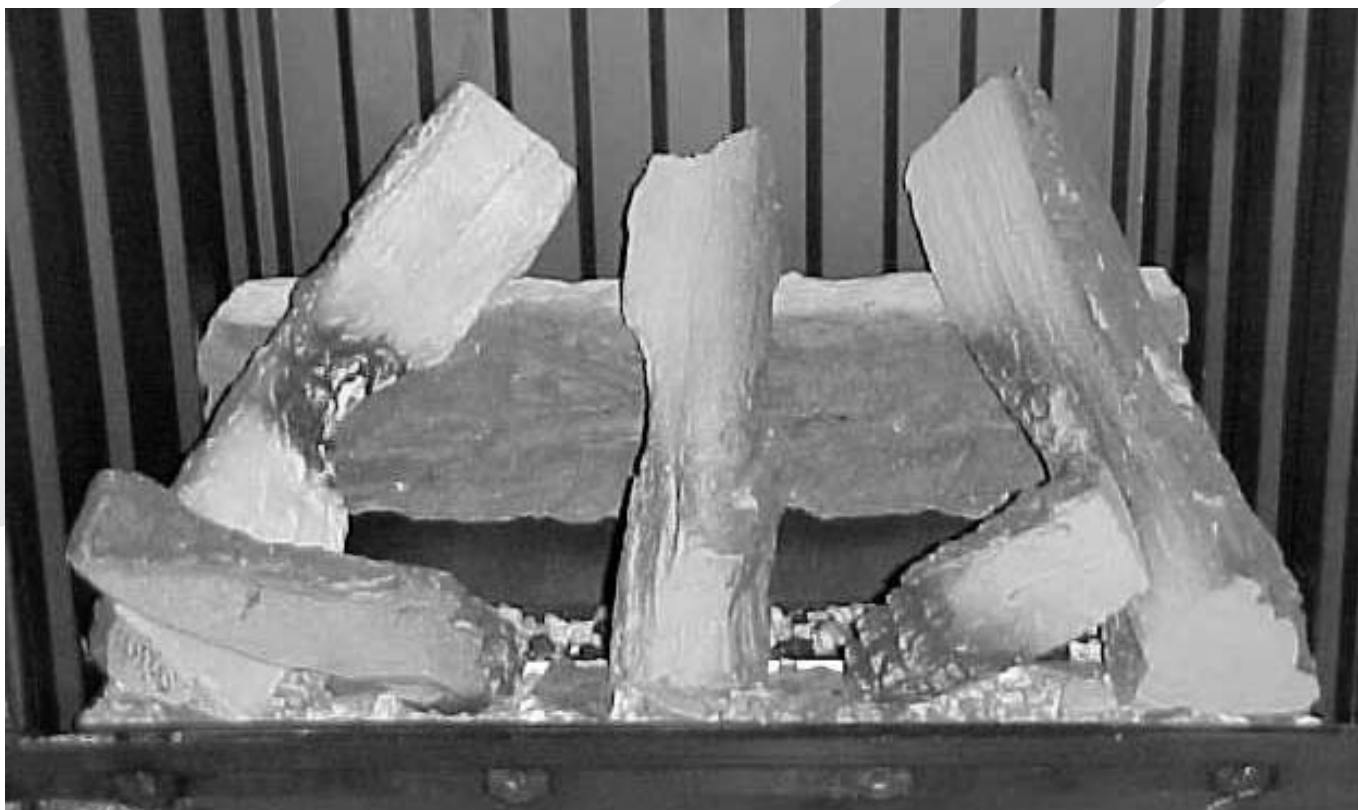

fig. 5
- Plaats vervolgens de overige blokken zoals in fig. 5 is aangegeven.